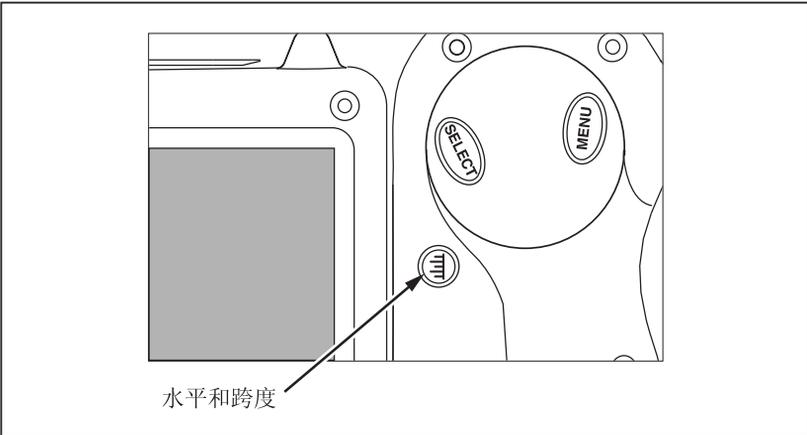

图 6. 设置水平和跨度
1. 按图 6 中所示的 , 自动设置热像仪的温度水平和跨度。